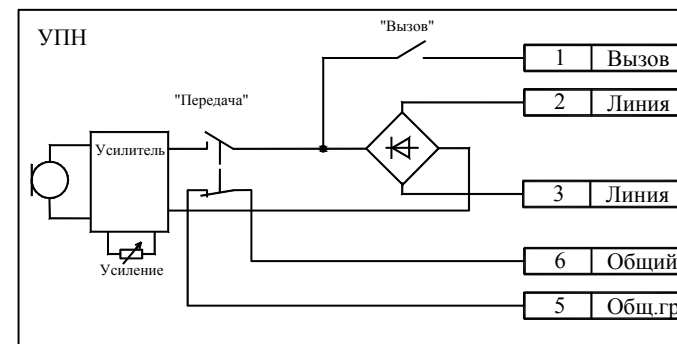

Рисунок 1 – Функциональная схема УПН
– произведите подключение концов линейного кабеля к клеммной колодке согласно надписям под колодкой и на внутренней части крышки (см. рис. 1);